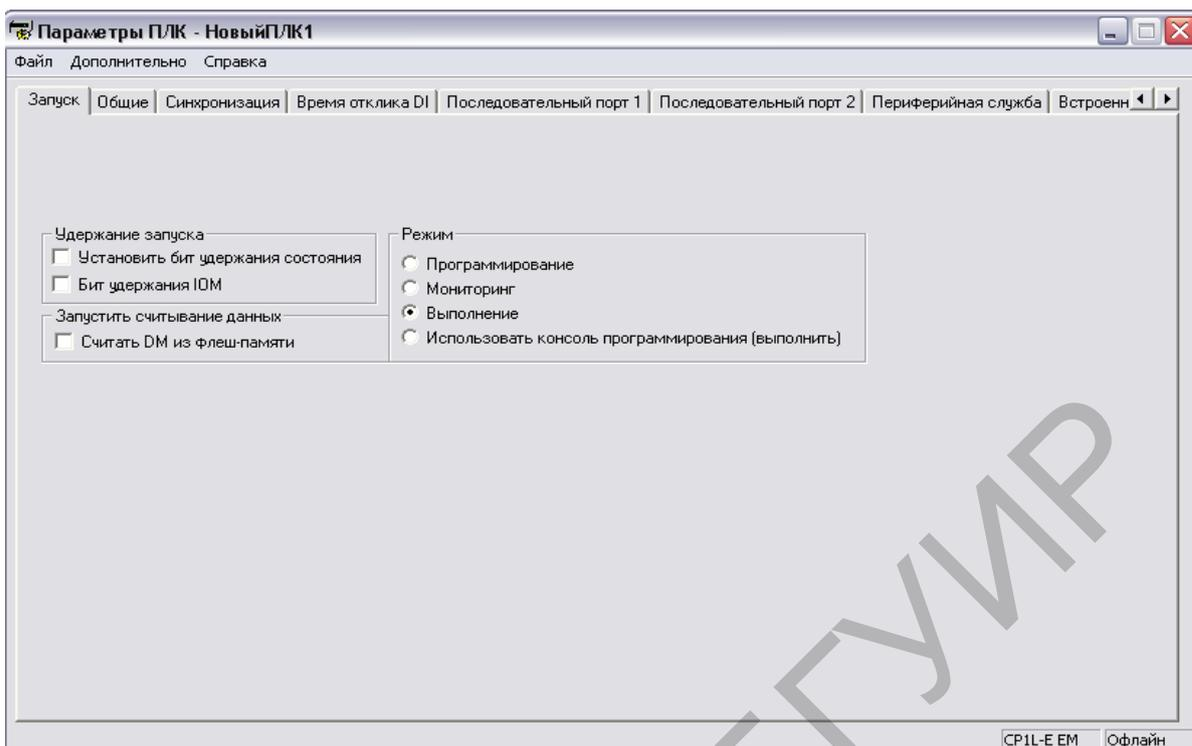

Рисунок 1.9 – Окно настройки свойств контроллера
1. В пункте «Параметры» (рисунок 1.9) можно выбрать режим работы контроллера, в который он переходит при подаче питания. Для этого надо в закладке «Запуск» выбрать требуемый режим работы.